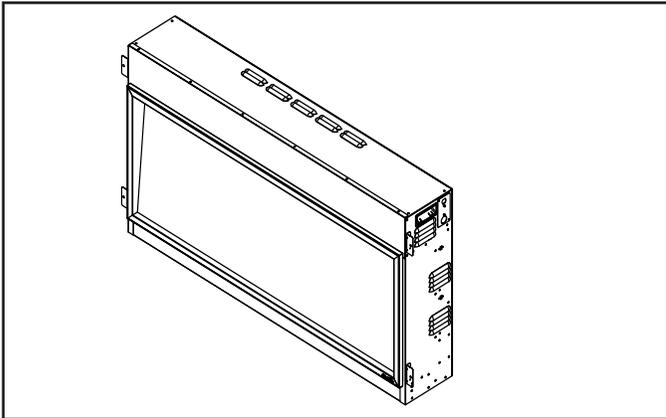

Figure 4.2 Supports de fixation
1. Plier sur les quatre supports de fixation. Voir la figure 4.2.